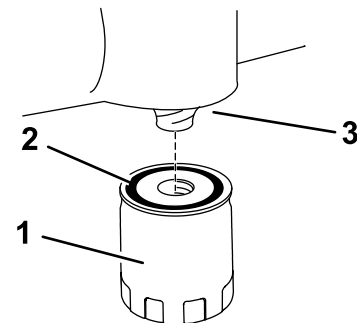

Bild 34
14. Drehen Sie den Ersatzölfilter auf das Befestigungspolster auf. Drehen Sie den Ölfilter nach rechts, bis die Gummidichtung den Anbaustutzen berührt. Ziehen Sie ihn dann um eine weitere 2/3 bis eine volle Umdrehung fest (Bild 34).